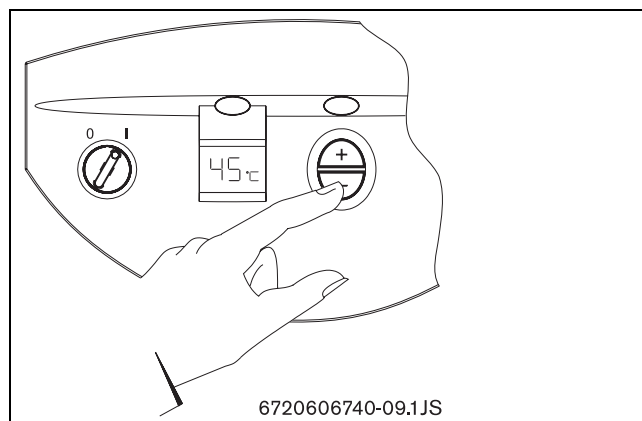
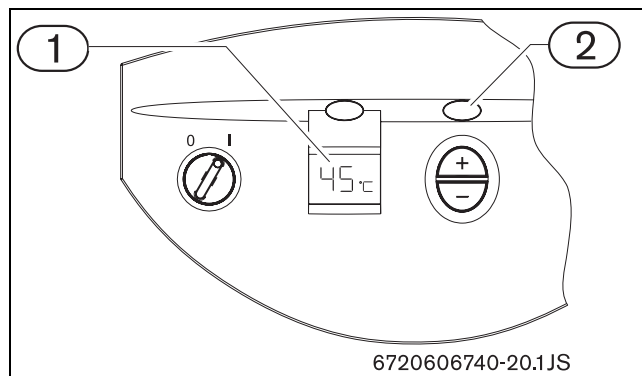

Fig. 7
Fig. 8 Quadro comandi
Il valore della temperatura visualizzato sul display del quadro comandi (fig. 8, pos. 1) corrisponde alla temperatura misurata all'uscita dall'apparecchio.
- ▶ Premere i tasti \oplus oppure \ominus sul quadro comandi (→Fig. 7) fino a visualizzare sul display del quadro comandi (→Fig. 8, pos. 1) il valore desiderato (temperatura in gradi centigradi).
- ▶ Premere i tasti + oppure - sul quadro comandi (→Fig. 7), fino a visualizzare sul display del quadro comandi (→Fig. 8, pos. 1), il valore desiderato (temperatura in gradi centigradi).
- ▶ Ora è possibile memorizzare tale temperatura, premendo per 3 sec. il tasto "Program" (→Fig. 8, pos. 2) sul quadro comandi.